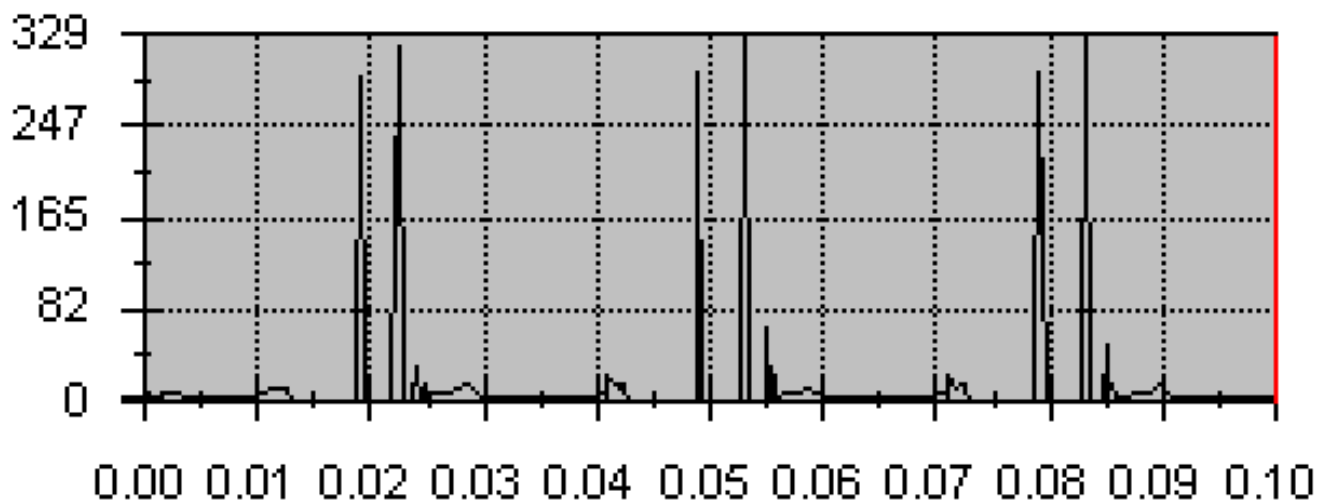

Рис. 5.5. Оновлена епюра величини сили контакту між шатуном і стержнем кулачка (H) на час (с)
7.3. Епюра результату, створена для дослідження руху 1200, оновлена для дублюючого дослідження (рис. 5.5).